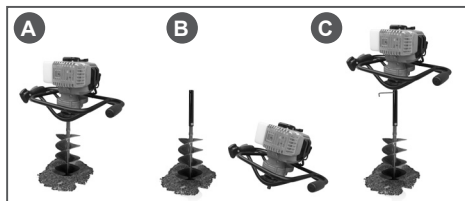

Рис. 4 Установка удлинителя
1. Пробурите скважины в земле глубиной 30-50 см (Рис. 4А). Остановите двигатель.
4. Вставьте удлинитель в вал шнека, совместите отверстия, затем установите крепёж. Надежно затяните (Рис. 4В).
5. Установите двигатель на вал удлинителя и закрепите его крепёжом, снятым в п.3. Надежно затяните (Рис. 4С).